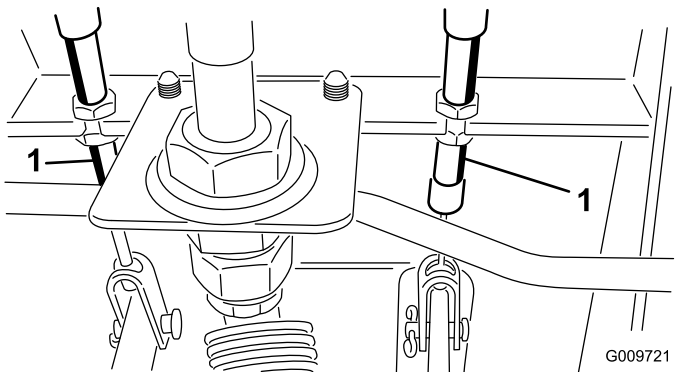

Bild 101
- A. Lockern Sie die vordere Mutter an der Gewindeseite des Bremszuges (Bild 101).